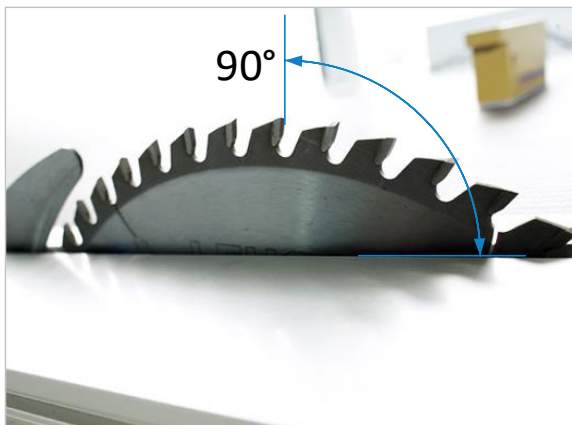

Abbildung 53: Sägeblattstellung vorbereiten
Zunächst den Hauptschalter am Schaltschrank ausschalten und mit Vorhängeschloss verriegeln. Drehen Sie das stillstehende Sägeblatt von Hand so, dass sich ein Sägezahn genau in der Achsmitte und dessen Schneidfläche im 90° Winkel zum Maschinentisch befindet (siehe ⇒ Abbildung 53, nächste Seite). Hauptschalter einschalten.
- Drehen Sie das stillstehende Sägeblatt von Hand so, dass sich ein Sägezahn genau oben in der Achsmittle und dessen Schneidfläche im 90° Winkel zum Maschinentisch befindet (⇒ Abbildung 53).